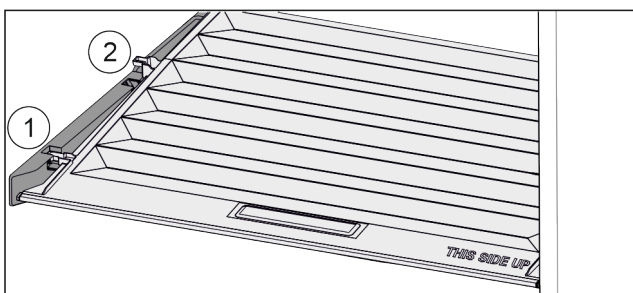

Fig. 97
- ▶ Deksel tot de opening in de vasthouders naar voren trekken Fig. 97 (1).
- ▶ Aan de achterkant vanaf de onderkant omhoog tillen en vanaf de bovenkant verwijderen Fig. 97 (2).